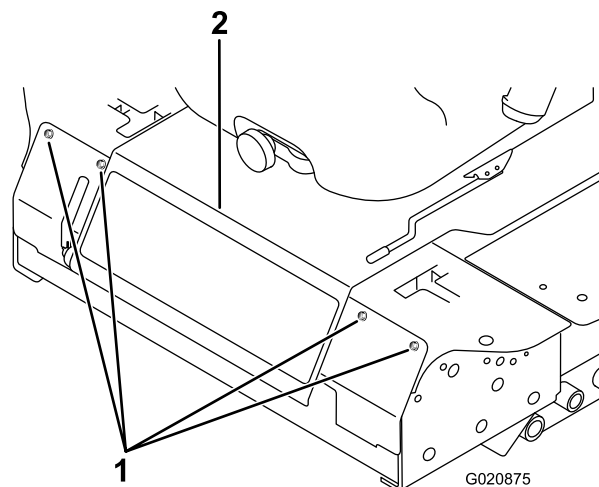

Figura 52
3. Togliete i bulloni che fissano il pannello anteriore, e rimuovete il pannello (Figura 52).